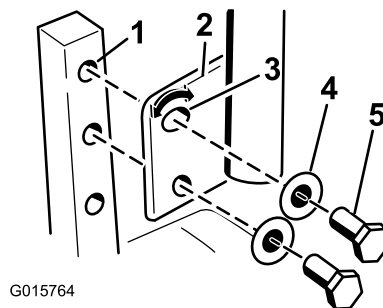

Figura 30
- Remova 2 parafusos e 2 anilhas que prendem a alavanca de controlo ao veio do braço de controlo (Figura 30).
- Mova a alavanca de controlo para o conjunto de furos seguinte. Prenda a alavanca com os 2 parafusos e 2 anilhas (Figura 30).